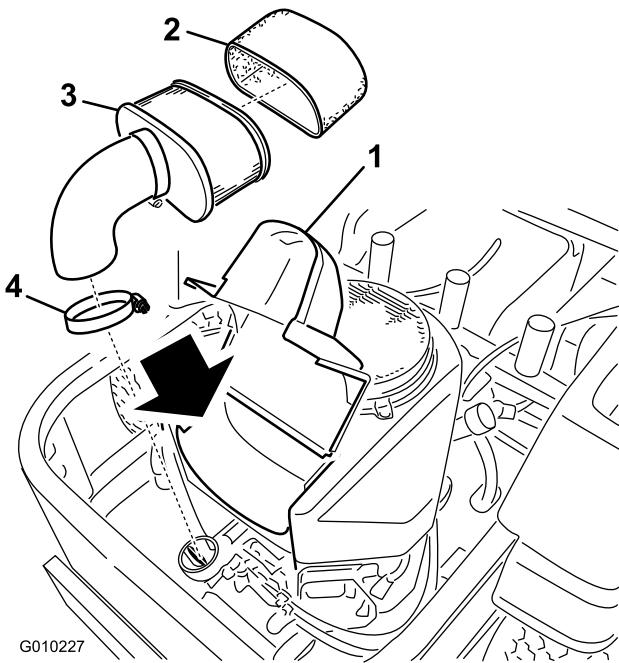

Figura 38
3. Limpie alrededor del limpiador de aire de forma que la suciedad no penetre en el motor y cause daños. Afloje los dos pomos de plástico de la tapa y retire la tapa del limpiador de aire (Figura 38).
4. Separe cuidadosamente el filtro de gomaespuma del filtro de papel (Figura 38).
5. Desenrosque las tuercas de orejeta y retire el elemento de papel (Figura 38).